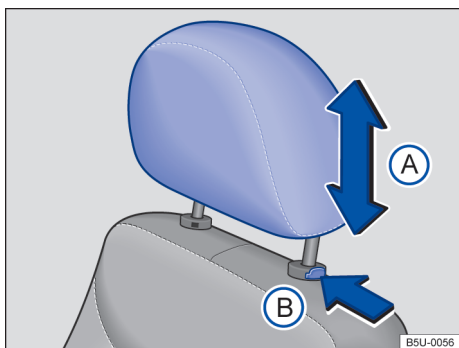

Fig. 59 Apoio para cabeça dianteiros: ajustar.
- Empurrar o apoio para cabeça para cima ou para baixo na direção da seta → Fig. 59 (A) → ⚠️ em *Introdução ao tema* na página 72.